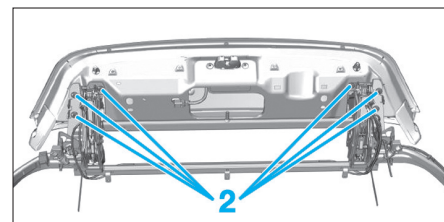

Fig. 142
- A l'aide d'un deuxième opérateur, déposer les vis (2) (Fig.142).